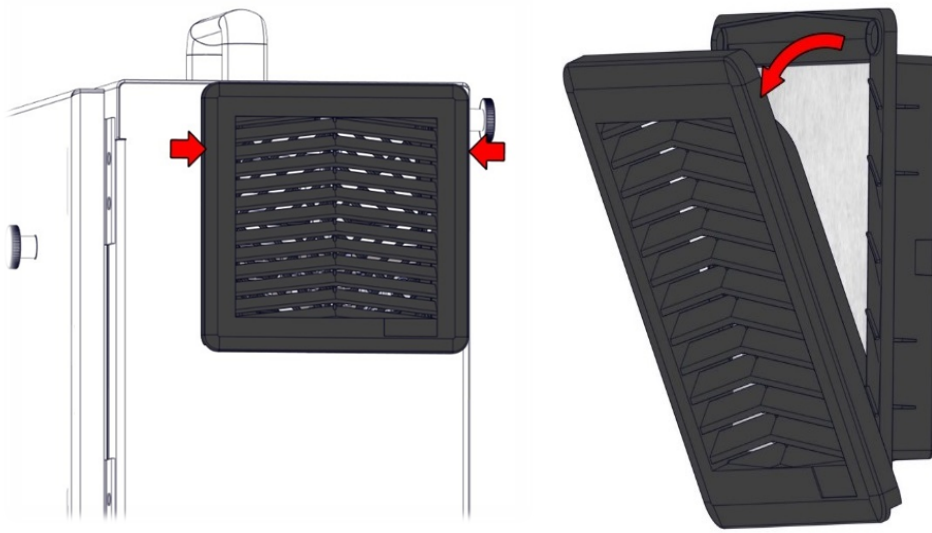

图 3.7。更换控制箱过滤器。
1. 拉动红色箭头所示的位置，轻轻拆下塑料外框，如下图 3.7 所示。框架向外倾斜。